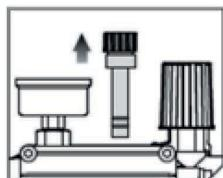

Рис. 14
- 2.Открутите и извлеките масляный щуп (рис. 14)